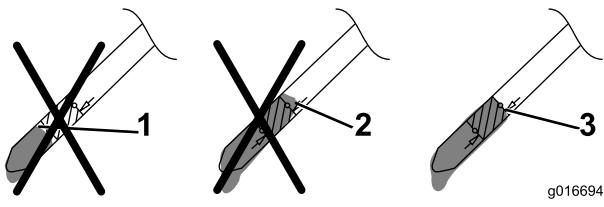

Рисунок 32
- Определите уровень масла по отметкам на щупе (Рисунок 32).
- Если уровень масла слишком низкий, **медленно** залейте небольшое количество масла в маслозаливную горловину, подождите 3 минуты и повторите действия, указанные в пунктах 10 – 12, чтобы масло достигло требуемого уровня, как показано на Рисунок 32.